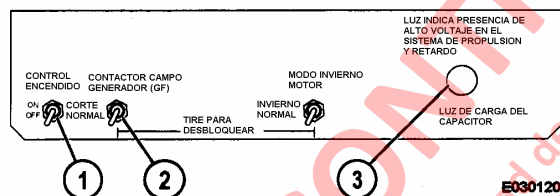

FIGURA 3-1. PANEL DE LA PANTALLA DE INFORMACION
6. Para asegurarse que el enlace no se energizará durante los procedimientos de prueba y reparación, gire el Interruptor de Corte GF (2, Figura 3-1) a la posición CUTOUT tirando la manilla del interruptor antes de mover el interruptor como se muestra.